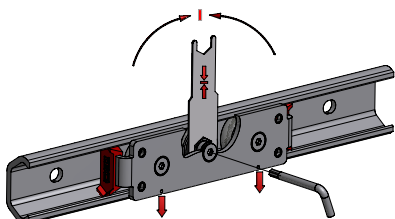

Bild Nr. 2
- 2) Durch Drehen des Gabelschlüssels im Uhrzeigersinn wird die exzentrische Laufrolle so lange gegen die obere Laufbahn gedrückt, bis der Laufwagen spielfrei eingestellt ist. Dabei sollte die Vorspannung so gewählt werden, dass der Laufwagen leicht von Hand zu verschieben ist. Je nach Anforderung kann auch eine höhere Vorspannung eingestellt werden. Während mit dem Gabelschlüssel die korrekte Lage des Laufrollenzapfens gehalten wird, kann die Befestigungsschraube festgezogen werden (Bild Nr. 2).